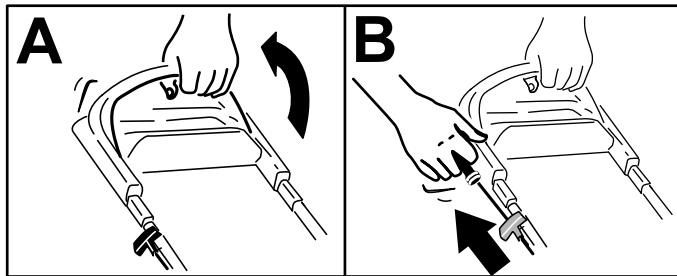

Figure 14
1. Maintenez la barre de commande des lames contre le guidon (A de Figure 14).
2. Tirez légèrement la poignée du lanceur jusqu'à ce que vous sentiez une résistance, puis tirez vigoureusement et laissez le lanceur se rétracter lentement jusqu'au guide-câble sur le guidon (B de Figure 14).